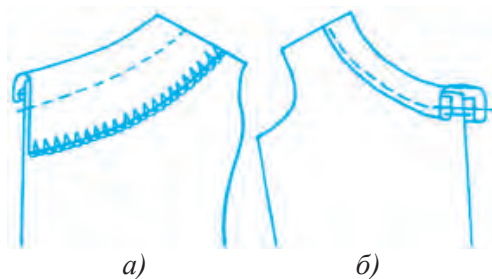

Рис.48. Обработка кантом.
Обработка среза горловины шеи кантом выполняется в следующем порядке (рис.48):
2. Изделие выворачивается, шов выпрямляется, затем с лицевой стороны изделия вплотную с окантовочным швом прокладывается настрочной шов (рис.48, а).
3. При обработке обтачки обтачным швом с закрытыми срезами, обтачка соединяется с лицом платья и пришивается обтачным швом шириной шва 0,5 см. Затем обтачка выворачивается и шов выпрямляется. Отлетный срез обтачки подгибается на 0,5 см внутрь и прострачивается, образуя кант, закрывающий верхний шов обтачки (рис.48 б).